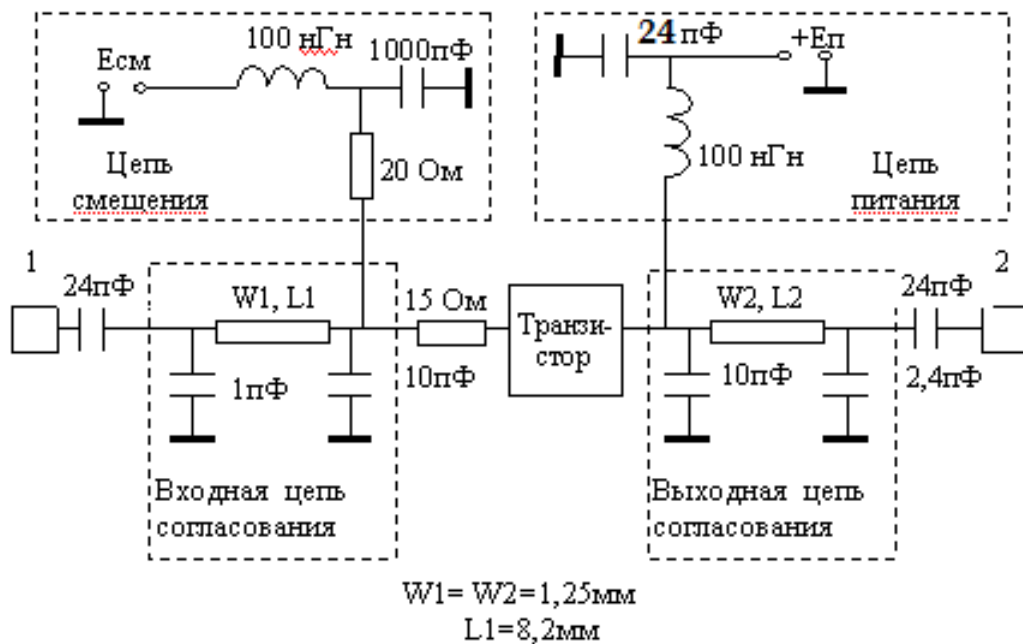
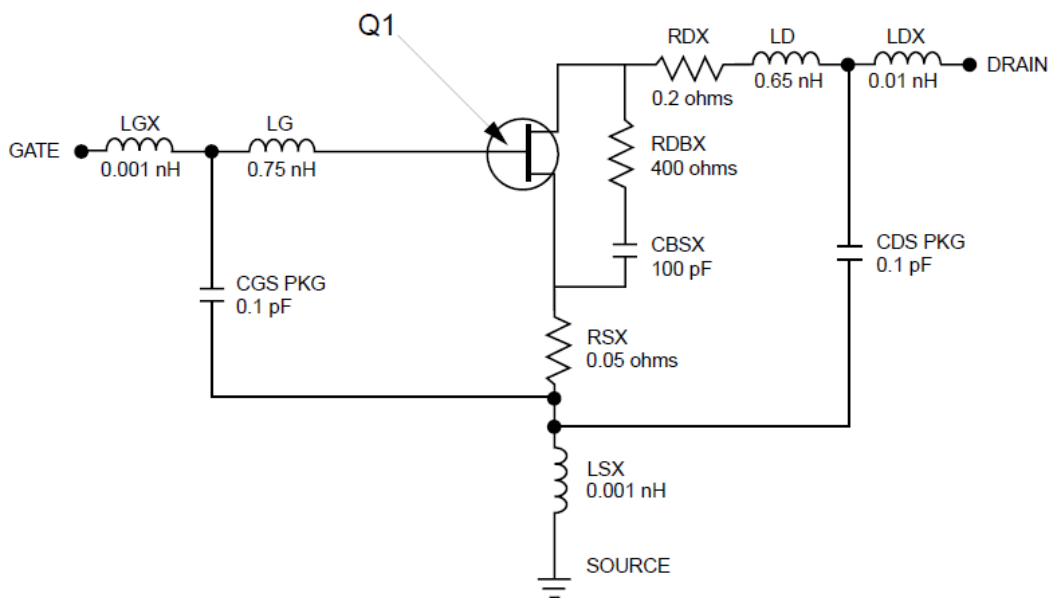

Рис. 5.2. Схема нелинейного усилителя мощности
Рис. 5.3. Эквивалентная схема корпуса транзистора
Для расчета указанных характеристик необходимо собрать схему усилителя, которая приведена на рис. 5.2. В качестве модели транзистора используем модель ТОМ, параметры которой для используемого транзистора были приведены в лабораторной работе № 4. Так как применяется корпусной транзистор, в схему усилителя требуется ввести параметры корпуса транзистора. Эквивалентная схема корпуса и ее параметры указаны на рис. 5.3.
Для этого необходимо скопировать транзистор из проекта «vax_Номер группы_Фамилия», созданного при выполнении лабораторной работы № 4 и вставить его в схему «пра». Затем добавить к транзистору элементы корпуса в соответствии с рис. 5.3.
5.1.3. Подключить к транзистору входную и выходную цепи согласования в соответствии со схемой рис. 5.2.
Подключить к транзистору блокировочные индуктивность и емкость через резистор в соответствии со схемой рис. 5.2. Установка резистора рекомендована разработчиками транзистора для подавления паразитных колебаний.
Вид схемы питания и параметры ее элементов приведены на рис. 5.2. Разместить в цепи питания источник постоянного напряжения «DCVS» (5 В).
5.1.6. Через разделительные емкости (см. рис. 5.2) подключить к схеме входной и выходной порты.